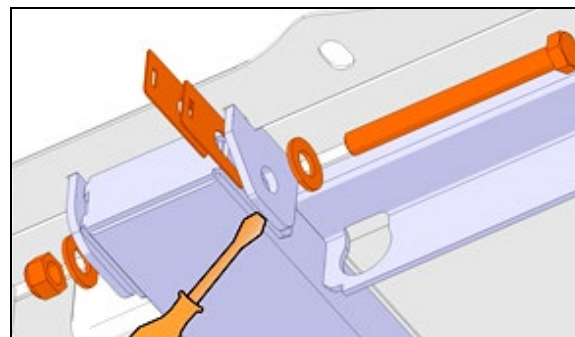

FIGURE 29: INSTALLATION DE CALES, BOULON TRANSVERSAL. NOTER QUE L'ARRANGEMENT PEUT VARIER
8. L'arrangement des cales peut varier. Elles peuvent être placées du même côté si désiré (Figure 29).